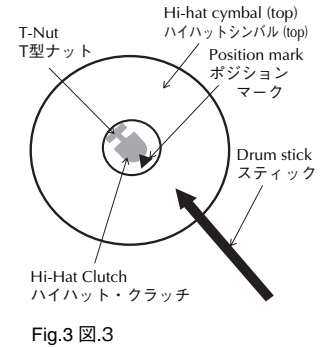

Fig.3 図.3
- In order for the cymbal to swing more naturally, the position mark on the adjusting nut should face the tip of the drumstick, as shown in fig. 3. Also, make sure that the T-nut will not interfere with playing the hi-hat cymbal.
- よりシンバルを自然に揺らすには、図3のようにハイハットを叩くスティックの延長線上にポジションマークが来るようにセットします。また、クラッチのTナットが演奏の邪魔にならない位置になっている事を確認してから、ロックナットを締めして下さい。